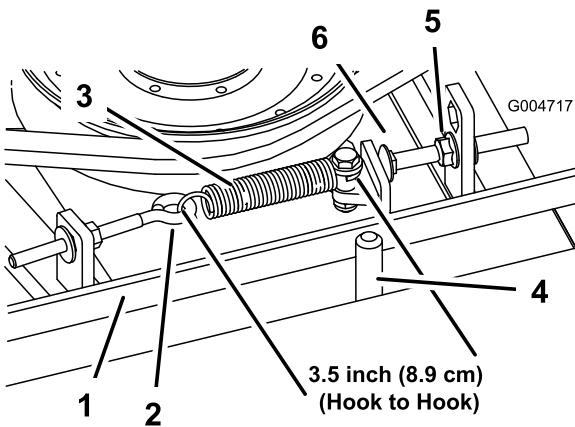

Figura 69
Quando a tensão estiver correta, a medida interior da mola de extensão (gancho a gancho) deverá ser de cerca de 8,3 cm a 9,5 cm. Logo que se obtenha a tensão correta da mola, ajuste o pino de fecho (parafuso da carroçaria) até haver uma folga aproximada de 2 a 5 mm entre a cabeça do parafuso e o braço intermédio (Figura 69).
Nota: Certifique-se de que correia está colocada no lado da mola do guia da correia (Figura 69).
9. Ligue a mola de extensão (Figura 69) ao parafuso de olhal e aplique a tensão na correia como se segue:
2. Desaperte o parafuso com olhal permitindo a remoção da mola de extensão (Figura 69).
3. Desaperte a porca flangeada que prende o pino de fecho à patilha de montagem e afaste a polia intermédia da correia para libertar a tensão da correia (Figura 69).